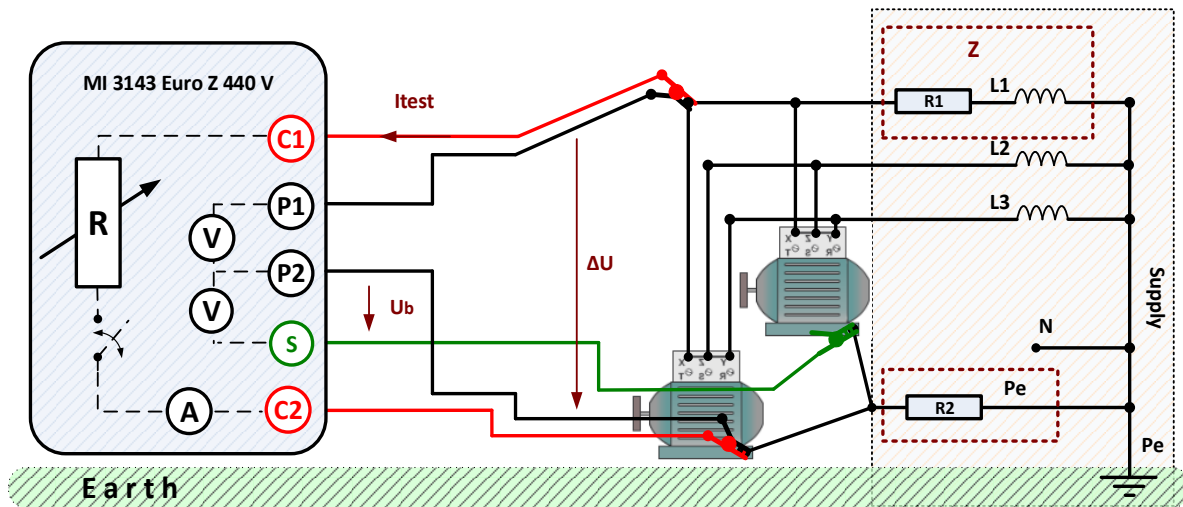

Abbildung 6.4: Z-Schleife mΩ Messung mit aktivierter Ub-Messung
- Prüfen Sie den korrekten Klemmenanschluss für C1, P1, P2, C2 und S! Beziehen Sie sich hierzu auf *Abbildung 6.4*.